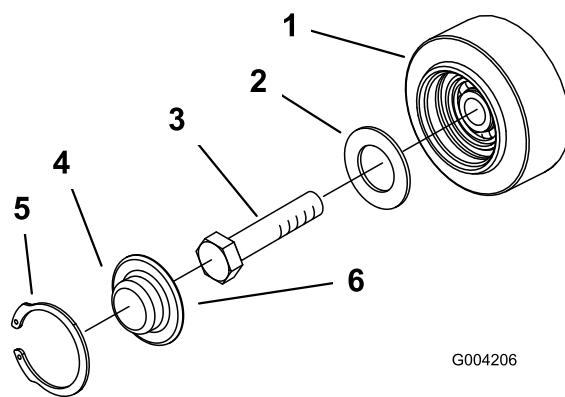

Figure 51
3. Déposez le circlip et le chapeau d'un galet de roulement (Figure 51).
4. Vérifiez la graisse sous le chapeau et autour du joint (Figure 51). Si elle est encrassée, granuleuse ou en quantité insuffisante, enlevez toute la graisse, remplacez le joint et ajoutez de la graisse neuve.